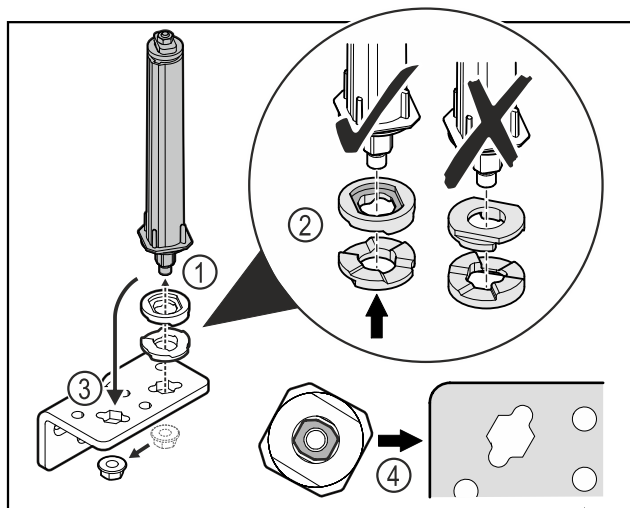

Fig. 37
- Povolte matici a odstraňte uzavírací systém dvířek Fig. 37 (1).
- Dbejte na správné vyrovnaní výškově stavitelných podložek Fig. 37 (2).
- Přesaďte uzavírací systém dvířek v úhelníku závěsu a upevněte jej maticí Fig. 37 (3).
- Při nasazování dbejte na správné vyrovnaní uzavíracího systému dvířek Fig. 37 (4).